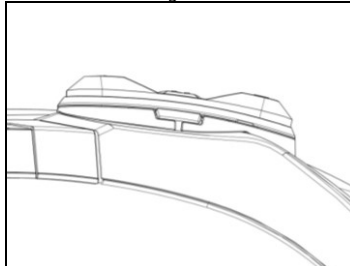

Fig. 21
- Fixar o teclado ao capacete usando os respectivos ganchos (Fig. 21).